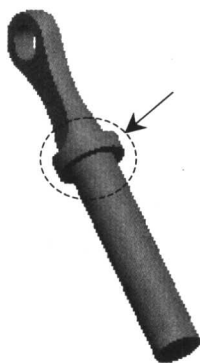
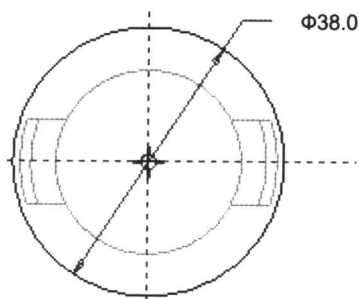

图 1.1.12
图 1.1.13
Step8. 创建如图 1.1.12 所示的实体拉伸特征, 相关操作如下。
- (1) 选择 Insert (插入)   Extrude... (拉伸) 命令。
- (2) 在出现的操控板中选取拉伸类型: 单击实体类型图标 .
- (3) 定义草绘截面放置属性。
- ① 单击操控板中的草绘图标 .
- ② 设置草绘平面: 选择 DTM1 基准面作为草绘平面。
- ③ 设置草绘视图方向: 采用模型中默认的黄色箭头的方向为草绘视图方向。
- ④ 指定草绘平面的参照: 选取 TOP 基准面作为草绘平面的参照。
- ⑤ 指定草绘平面参照的方位: 选取 Top (顶) 作为草绘平面参照的方位。
- ⑥ 完成草绘截面放置属性: 单击草绘截面放置属性定义窗口中的  按钮。
- (4) 创建特征截面: 绘制如图 1.1.13 所示的特征截面, 完成后单击图标 .
- (5) 选取深度类型及其深度: 在操控板中, 选取深度类型 , 再在深度文本框中输入深度 10。